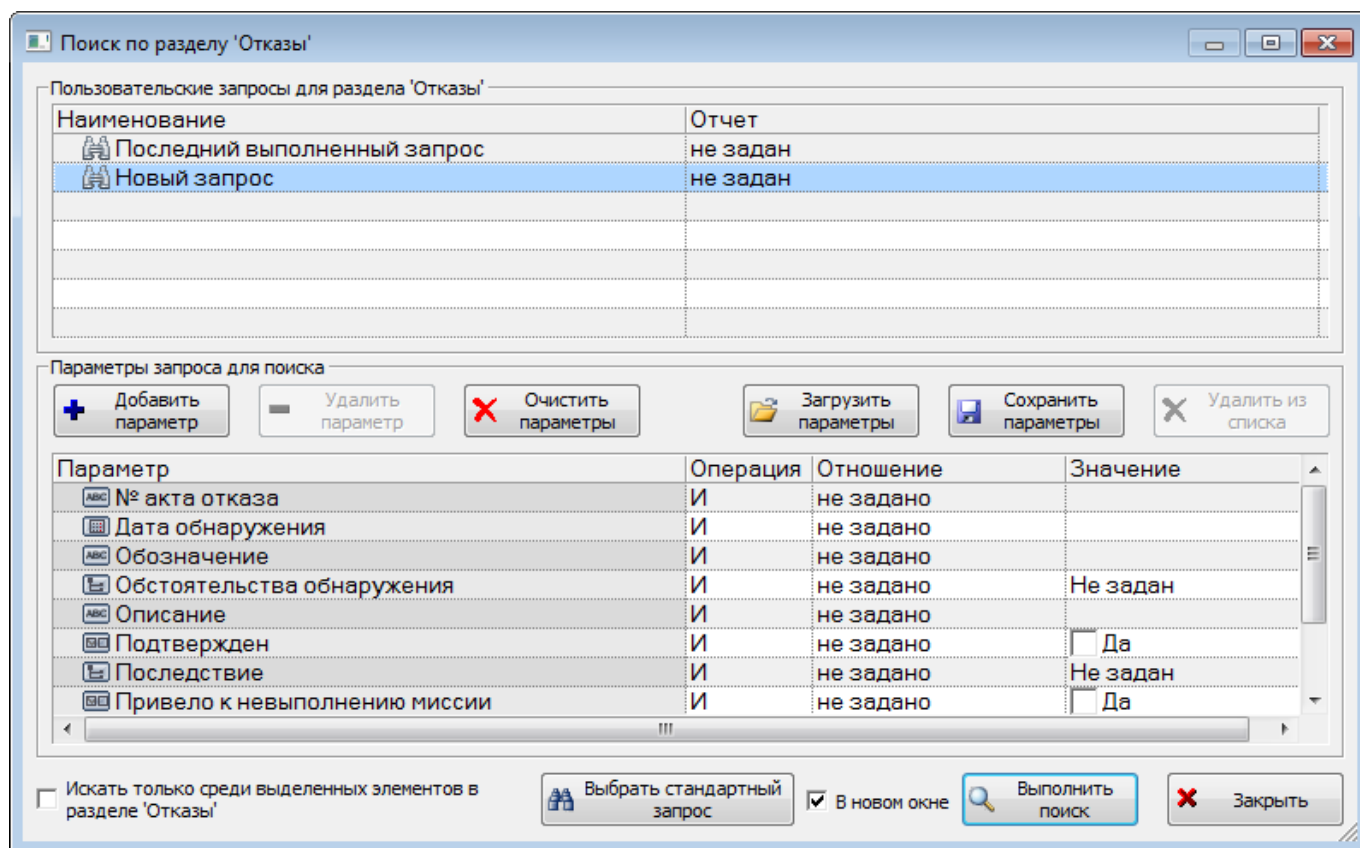

Рис. 26-56 – Окно «Поиск по разделу «Неисправности»
2) Нажать кнопку «Поиск» панели «Правка». В результате откроется диалоговое окно «Поиск по разделу» с указанием названия раздела (рис. 26-56).